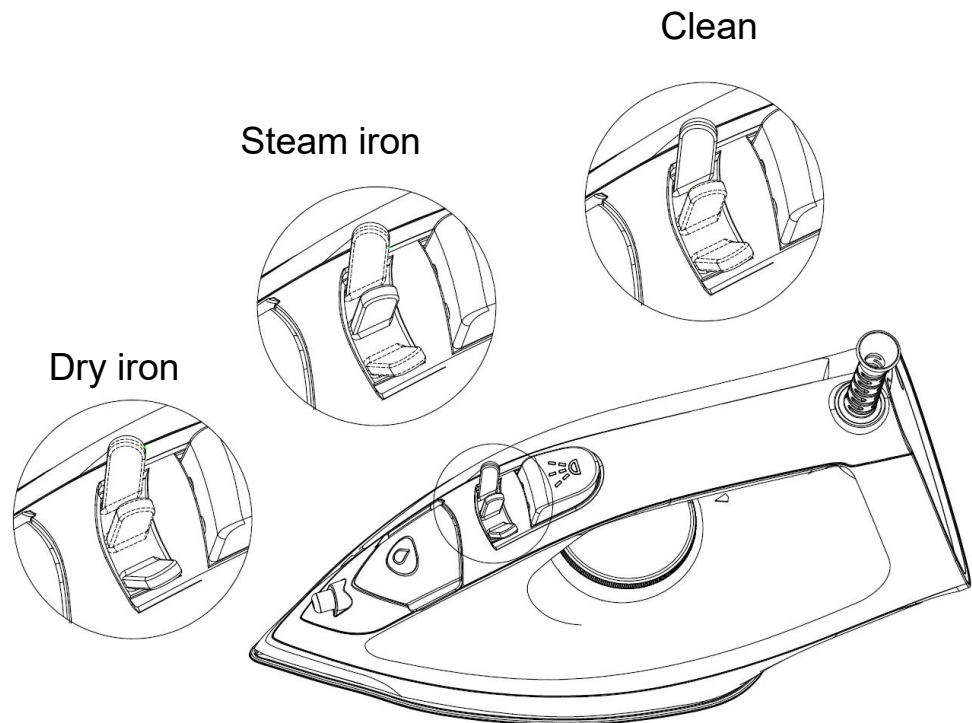

Fig.5
37. Selezionare la funzione desiderata tramite la manopola Vapore in base alle proprie esigenze (vedere Fig.5). Ruotare la manopola Vapore sull'impostazione "Ferro da stiro a vapore", il ferro continuerà a rilasciare vapore. Se è necessario attivare la modalità ferro da stiro a secco, ruotare la manopola Vapore sull'impostazione "Ferro da stiro a secco".